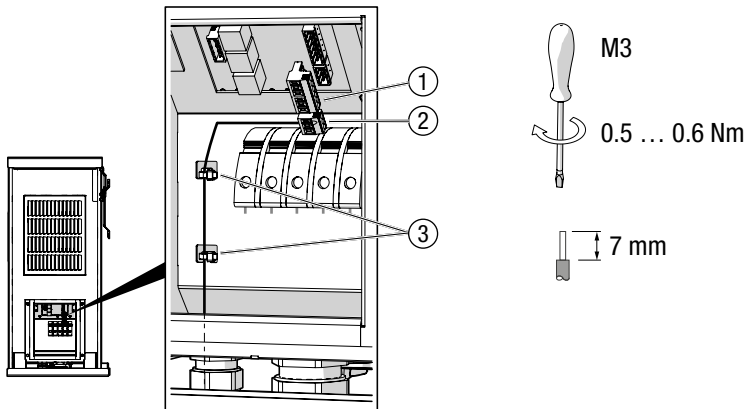

Bild 23 Externe Abschaltung anschließen
3. Schließen Sie die Steuerleitung am 3-poligen Stecker (Bild 23/Pos.2) wie folgt an:
5. Stecken Sie den 6-poligen Stecker (Bild 23/Pos.1) ein, um offene Kontakte abzudecken.
7. Befestigen Sie die Kabel mit Kabelbindern an den Gehäuselaschen (Bild 23/Pos. 3).